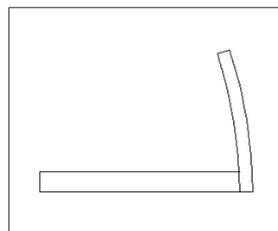

图 18-3
(2) 作矩形。单击  按钮或者在命令行直接输入 `rectangle`，将矩形两个对角设为  $(-53.5,0)$  和  $(30, 2.5)$ ，结果如图 18-3 所示。
(3) 在命令行直接输入 `peedit`，将上述多义线连接成一个整体。
(4) 对上述区域进行面化。单击  按钮或者选择 `Drawing→Region` 命令。